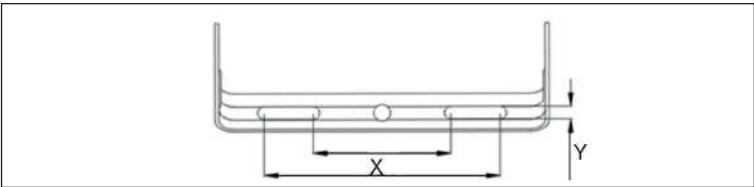

Fig. 4: Borehole distance
5. Bevestig de LED buiten schijnwerper. Zie fig. 4
- Fastgør LED udendørs projektørlyset. Se fig. 4